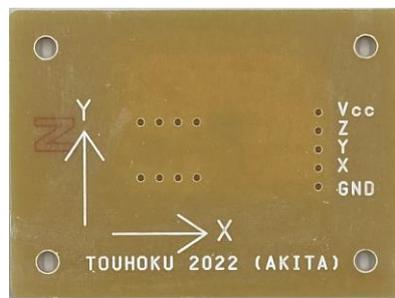

図3 3軸加速度センサー基板②
- (a) 事前に図3に示す**3軸加速度センサー基板**を配付する。
- (d) 3軸加速度センサー基板②は制御プログラム課題にて動かす必要があることから固定しないこと。